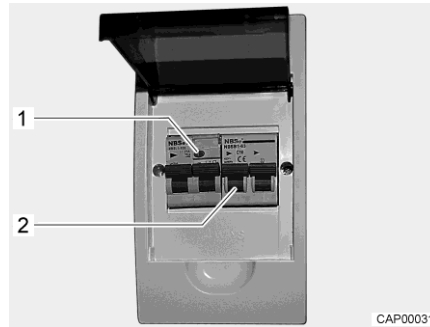

Fig. 37 Coffret de fusibles 230 V avec disjoncteur de protection de circuit et disjoncteur FI
Un disjoncteur différentiel (disjoncteur FI) dans le coffret de fusibles protège tout le véhicule contre le courant différentiel (0,03 A). Le disjoncteur de protection de circuit connecté en aval (10 A) (Fig. 37,2) protège le réseau de bord 230 V.
- Lorsque le véhicule est raccordé à l'alimentation 230 V, appuyer sur la touche de contrôle (Fig. 37,1). Le disjoncteur différentiel doit se déclencher.